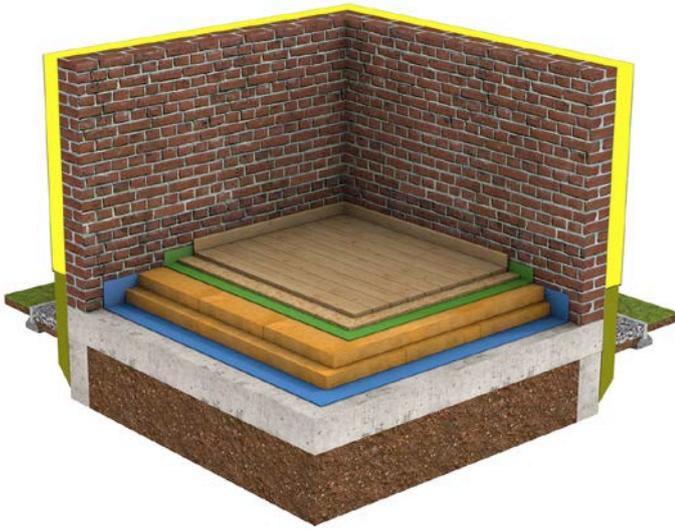

Fig. 1 Isolation au-dessus d'un terre-plein (vue 3D).
- si l'isolation est mise en œuvre au-dessus d'un terre-plein (voir figure 1), on s'assurera qu'un isolant imputrescible est présent du côté extérieur du mur et que celui-ci est enfoncé d'au moins 40 cm dans le sol